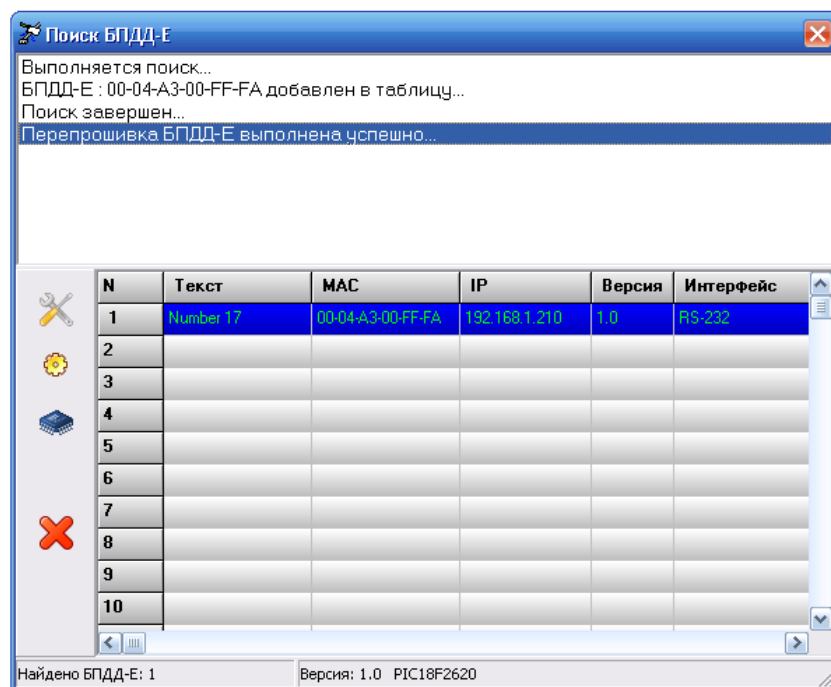

Рисунок 29 – Обновления программного обеспечения завершено
- По завершении обновления в верхней части окна появится текстовое сообщение об успешном завершении программирования (рисунок 29).